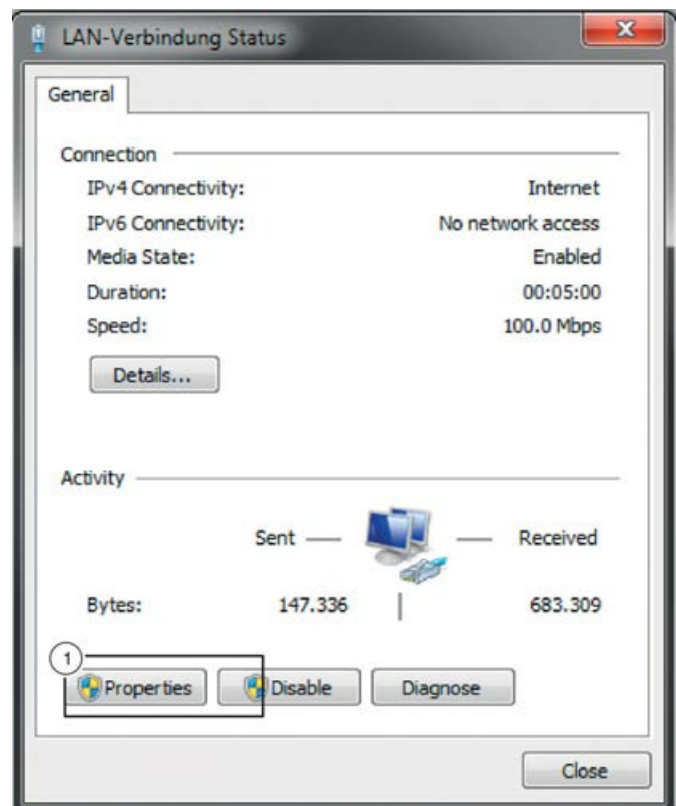

Fig. 47: Estado de la conexión LAN
5. ▶ Seleccione «Propiedades» (Fig. 47 /1).